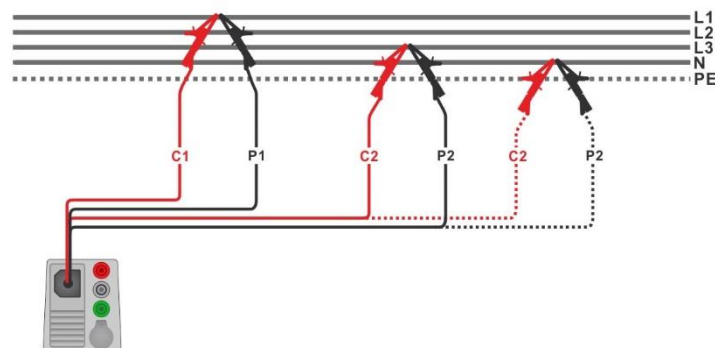

Abbildung 7.58: Phase-Phase oder Phase-Neutralleiter 4-Leiter Leitungsimpedanzmessung
- › Schließen Sie die 4-Draht Prüfleitung am Prüfling an, siehe **Abbildung 7.58**.